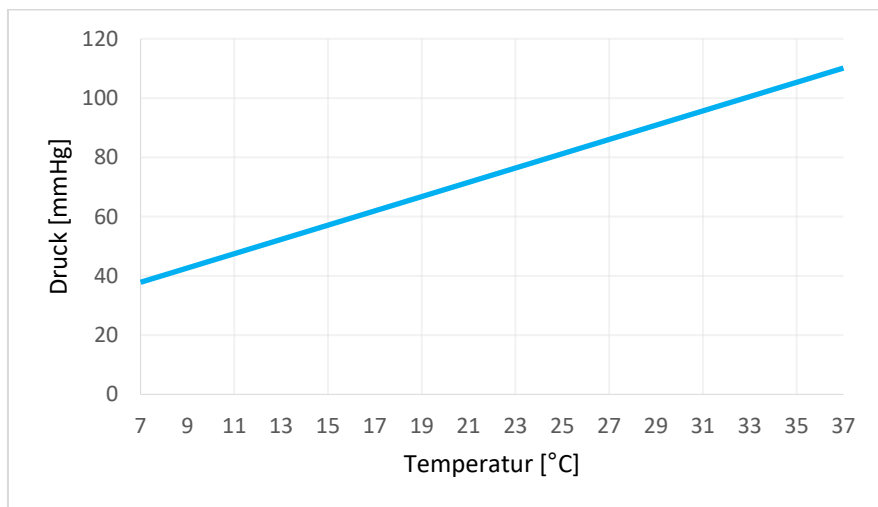
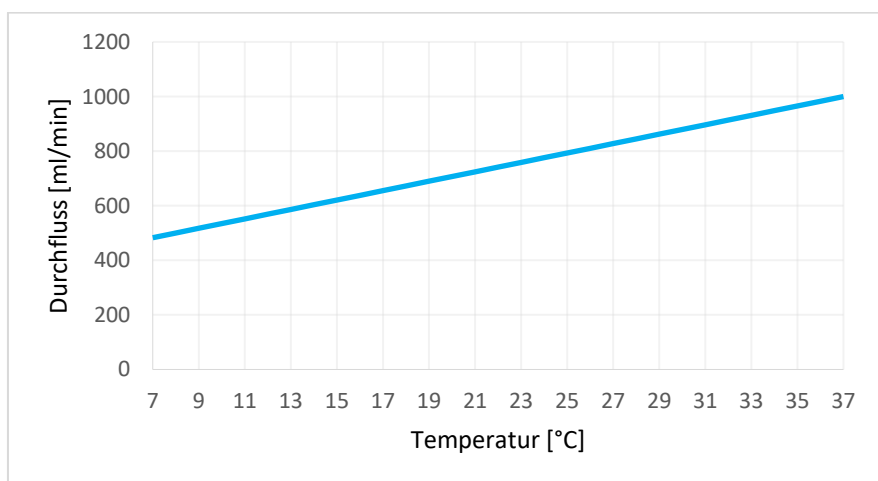

Abbildung 30 Druckgrenzwerte bei verschiedenen Temperaturen
Abbildung 31 Durchflussgrenzwerte bei verschiedenen Temperaturen
- Setzen Sie den zweiten Deckel auf den Behälter und achten Sie auf die richtige Ausrichtung, der rote Pfeil unten auf dem Etikett sollte in Richtung der Pumpeneinheit zeigen (Abbildung 30).
Das Kidney Assist-System ist mit temperaturabhängigen Durchfluss- und Druckbegrenzungen ausgestattet, um Schäden oder Organverluste zu vermeiden. Diese Werte sind voreingestellt und können nicht geändert werden. Wenn der Grenzwert erreicht wird, reduziert das Gerät die Pumpendrehzahl, um eine sichere Perfusion aufrechtzuerhalten. Die zulässigen Drücke bei verschiedenen Temperaturen sind in Abbildung 30 dargestellt. Der zulässige Durchfluss bei verschiedenen Temperaturen ist in Abbildung 31 dargestellt.